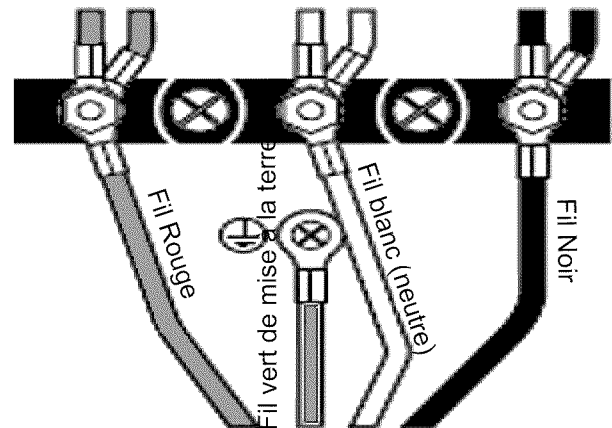

Figure 13 : Connexion à quatre fils
3. Fixez le fil neutre mis à la terre du circuit d'alimentation au plot central du bloc de jonction avec un écrou (voir la Figure 13).